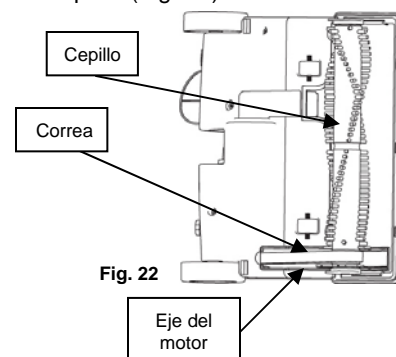

Fig. 22
3. Quite cuidadosamente todos los residuos del área de la correa y del cepillo. (Fig. 22)
6. Pase la correa impulsora con cuidado alrededor del eje del motor y luego sobre el cepillo. (Fig. 22)
12. Si el cepillo no se mueve o la aspiradora no se enciende, llame al Servicio al Cliente al 1 (800) 798-7398.